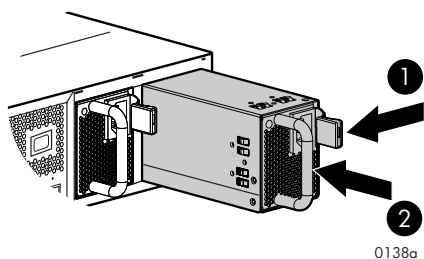

Figure 4 電源をインストールする
- 取り付け用のラッチを押しながら(1, Figure 4)、電源装置をエンクロージャ内に完全に押し込みます(2)。